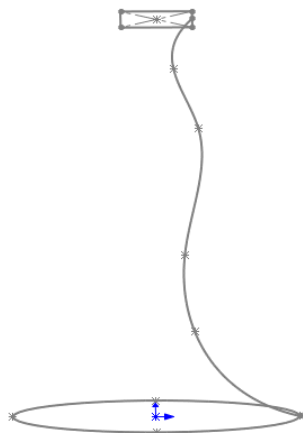
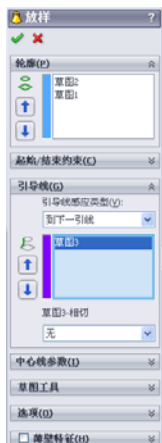

图 5-71 零件草图
图 5-72 “放样”属性管理器
(1) 在轮廓所在的草图中为引导线和轮廓顶点添加穿透几何关系或重合几何关系, 如图 5-71 所示。
(2) 单击“特征”工具栏中的  (放样凸台/基体) 按钮, 或选择菜单栏中的“插入”→“凸台”→“放样”命令, 如果要生成切除特征, 则选择菜单栏中的“插入”→“切除”→“放样”命令。
(3) 弹出“放样”属性管理器, 单击每个轮廓上相应的点, 按顺序选择空间轮廓和其他轮廓的面, 此时被选择轮廓显示在“轮廓”选项组中。
(4) 单击  (上移) 按钮或  (下移) 按钮, 改变轮廓的顺序, 此项只针对两个以上轮廓的放样特征。
(5) 在“引导线”选项组中单击  (引导线框) 按钮, 然后在图形区中选择引导线。此时在图形区中将显示随引导线变化的放样特征, 如图 5-72 所示。
(6) 如果存在多条引导线, 可以单击  (上移) 按钮或  (下移) 按钮, 改变使用引